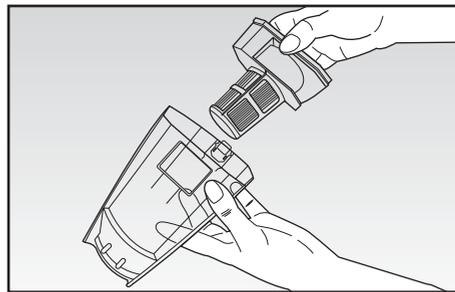

Fig. 13
- Estrarre verso l'esterno il filtro (D) (Fig. 13) e quindi il relativo supporto (E) e procedere con la loro pulizia.